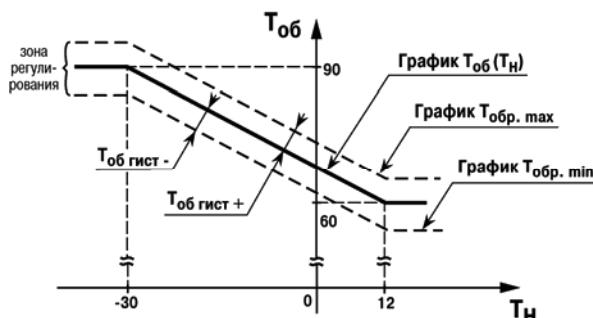

Рисунок 6.13
**6.11.14 Тобр. Гист+, Тобр. Гист-** – Конфигурационные параметры, определяющие границы допустимого изменения относительно графика температуры обратной воды, возвращаемой в теплосеть (см. рисунок 6.13). При выходе температуры обратной воды за заданные пределы прибор переходит к регулированию температуры обратной воды.